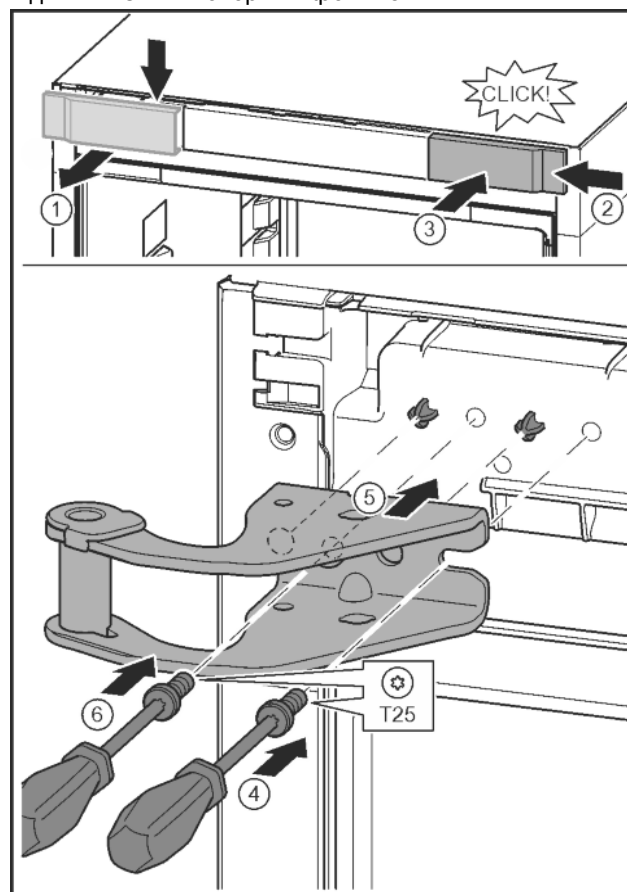

Fig. 11
- ▶ Відпустіть кришку та зніміть збоку. Fig. 11 (1)
- ▶ Почепіть кришку, що повернута на 180°, з іншого боку праворуч. Fig. 11 (2)
- ▶ Зафіксуйте кришку. Fig. 11 (3)
- ▶ Встановіть гвинт за допомогою викрутки T25. Fig. 11 (4)
- ▶ Встановіть верхній опорний кронштейн. Fig. 11 (5)
- ▶ Закрутіть гвинт. Fig. 11 (4)
- ▶ Встановіть та закрутіть гвинт за допомогою викрутки T25. Fig. 11 (6)